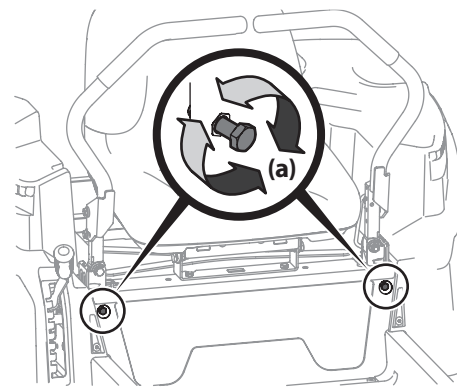

Figure 4-10
2. Repérez les boulons de réglage (a) des barres de conduite à l'avant du châssis du siège. Voir Figure 4-10.